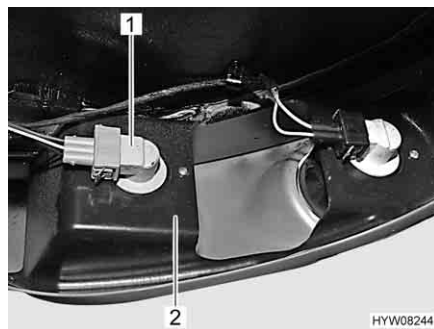

Fig. 109 Luce posteriore/luce freno
- Afferrare il portalampada (Fig. 109,2) da dietro.
- Ruotare di un quarto di giro il supporto lampada (Fig. 109,1) con lampada ad incandescenza e rimuoverlo.